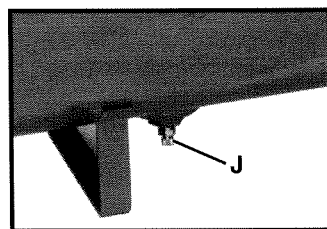

Fig. 4
**Soupape de vidange (J) Fig. 4 :** La soupape de vidange est située à la base du réservoir d'air et sert à vider la condensation au terme de chaque usage.
- c. Tournez la soupape de vidange (J) Fig. 4, l'ouvrant entièrement, pour empêcher l'accumulation de pression d'air dans le réservoir.
11. Videz l'eau du réservoir d'air. Tournez la soupape de vidange (J) Fig. 4 pour ouvrir.